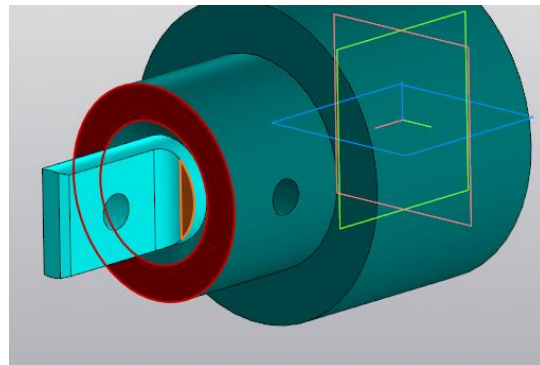

Рисунок 159.
12. Вал встанет в корпус (рисунок 159).